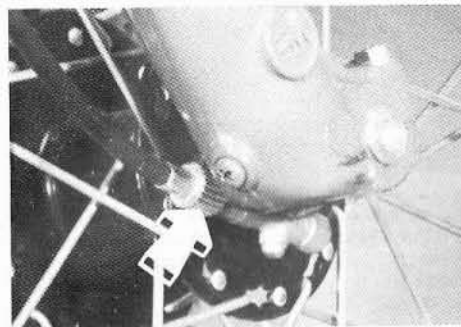

Fig. 22 - Viti scarico olio.
- Svitare le viti di scarico sui foderi (Fig. 22) e fare defluire l'olio.